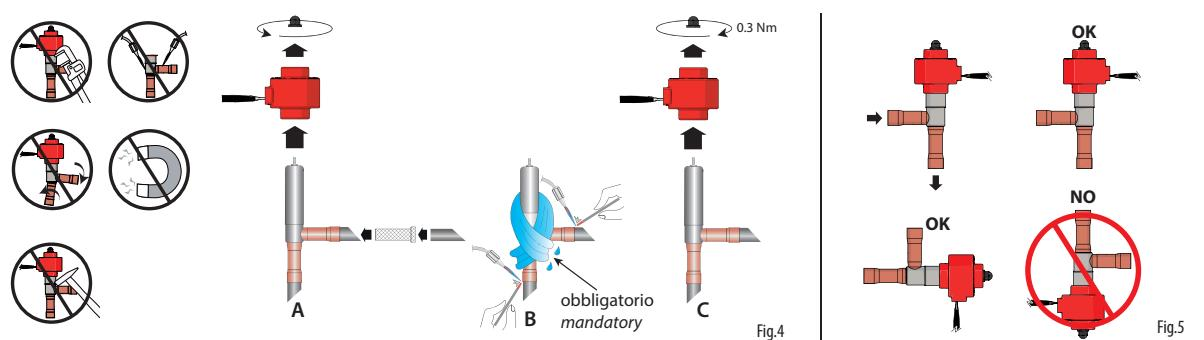

Fig.4
La valvola deve essere saldata al circuito mediante brasatura dei raccordi ai tubi di uscita condensatore (IN) e di ingresso evaporatore (OUT). Seguire la successione indicata in Fig. 4:
- Togliere lo stator (se già inserito nella valvola) e inserire il filtro in rete metallica (opzionale, cod. E3VFILO000 per le valvole E3V\*\*BSM\*\* e E3VFILO200 per le valvole E3V\*\*BSR\*\* ed E3V\*\*BWR\*\*) esclusivamente sul raccordo laterale d'ingresso (Fig. 4-A) posizionandolo in battuta e bloccandolo col tubo del circuito, prima di saldare la valvola. **Attenzione!** Utilizzare questo filtro solo in modalità monodirezionale. In caso di utilizzo della valvola in modo bidirezionale, prevedere idoneo filtro nel circuito;
- Procedere alla brasatura orientando la fiamma verso l'estremità dei raccordi come da Fig. 4-B; insufflando gas inerte (es. azoto) in direzione da uscire rispetto al corpo della valvola, utilizzando obbligatoriamente uno straccio bagnato avvolto al corpo valvola durante tutta l'operazione di brasatura. È consigliato l'utilizzo di una lega a base fosforo, ad es. CuP 281 (ISO17672). La temperatura del corpo valvola deve essere sempre inferiore ai 110 °C;
- Inserire lo stator nella cartuccia (vedi Fig. 4-C) e collegarlo al driver CAREL secondo le istruzioni riportate nelle Fig. 6-10.
- Nel caso di smontaggio/rimontaggio del motore, controllare che sia inserito fino a fondo corsa della cartuccia seguendo le indicazioni di Fig. 4-C.
The valve must be welded to the circuit by brazing the connections to the condenser outlet (IN) and evaporator inlet (OUT) pipes. Follow the sequence illustrated in Fig. 4:
- Remove the stator (if already inserted in the valve) and insert the metal mesh filter (optional, P/N E3VFILO000 for E3V\*\*BSM\*\* valves and E3VFILO200 for E3V\*\*BSR\*\* and E3V\*\*BWR\*\* valves) on the side inlet fitting only (Fig. 4-A) placing it fully in and securing it with the circuit piping, before welding the valve.
- When brazing, direct the flame towards the ends of the fittings, as shown in Fig. 4-B, blowing inert gas (e.g. nitrogen) in the outward direction with respect to the valve body, and wrapping a wet rag around the valve body throughout the brazing process. It is recommended to use a phosphorus-based alloy, e.g. CuP 281 (ISO17672). The valve body temperature must never exceed 110°C;
- Insert the stator into the cartridge (see Fig. 4-C) and connect it to the CAREL driver, according to the instructions shown in Fig. 6-10.
- If disassembling/reassembling the motor, make sure that the cartridge is inserted as far as it will go, following the instructions in Fig. 4-C.
La vanne doit être soudée au circuit par brasage des raccords aux tubes de sortie du condenseur (IN) et d'entrée de l'évaporateur (OUT). Suivre l'ordre indiqué sur la Fig. 4:
1. Extraire le stator (si déjà introduit dans le détendeur) et introduire le filtre en mailles métalliques (en option, code E3VFIL0000 pour les détendeurs E3V\*\*-BSM\*\*, et E3VFIL0200 pour les détendeurs E3V\*\*-BSR\*\* et E3V\*\*BWR\*\*) exclusivement sur le raccord latéral d'entrée (Fig. 4-A) en le plaçant en butée et en le bloquant avec le tuyau du circuit, avant de souder le détendeur. **Attention !** Utiliser ce filtre uniquement en mode monodirectionnel. Si le détendeur est utilisé en mode bidirectionnel, prévoir un filtre adapté au circuit;
2. Procéder au brasage en dirigeant la flamme vers l'extrémité des raccords comme indiqué sur la Fig. 4-B, en insufflant du gaz inerte (par ex., de l'azote) vers l'extérieur du corps de la vanne, en utilisant un chiffon humide enveloppé autour du corps de la vanne pendant toute l'opération de brasage. L'utilisation d'un alliage à base de phosphore est recommandée, par ex. CuP 281 (ISO17672). La température du corps du détendeur doit toujours être inférieure à 110°C;
3. Insérer le stator dans la cartouche (voir la Fig. 4-C) et le raccorder au driver CAREL en suivant les instructions des Fig. 6-10.
4. En cas de démontage/remontage du moteur, vérifier qu'il est inséré à fond dans la cartouche comme indiqué sur la Fig. 4-C.